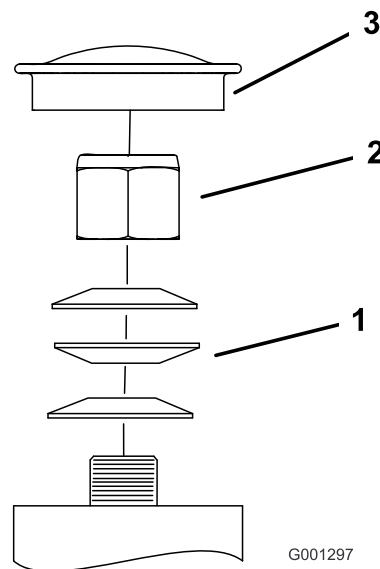

Figure 77
3. Retirez le capuchon protecteur de la roue pivotante et serrez le contre-écrou (Figure 77).
4. Continuez de serrer le contre-écrou jusqu'à ce que les rondelles élastiques soient aplaties, puis desserrez-le d'un quart de tour pour obtenir la précharge correcte des roulements (Figure 77).
**Important:** Veillez à placer les rondelles élastiques correctement, comme montré à la Figure 77.
5. Reposez le capuchon protecteur (Figure 77).